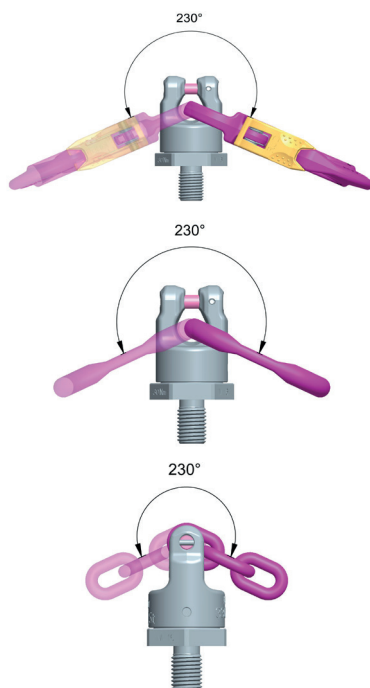

Fig. 2: Rango de giro So-PP-S/So-PP-B/So-PP-VIP
- La lengüeta anular/gancho/cadena del PP-Sonder alineado puede girar a unos 230° (fig. 2).